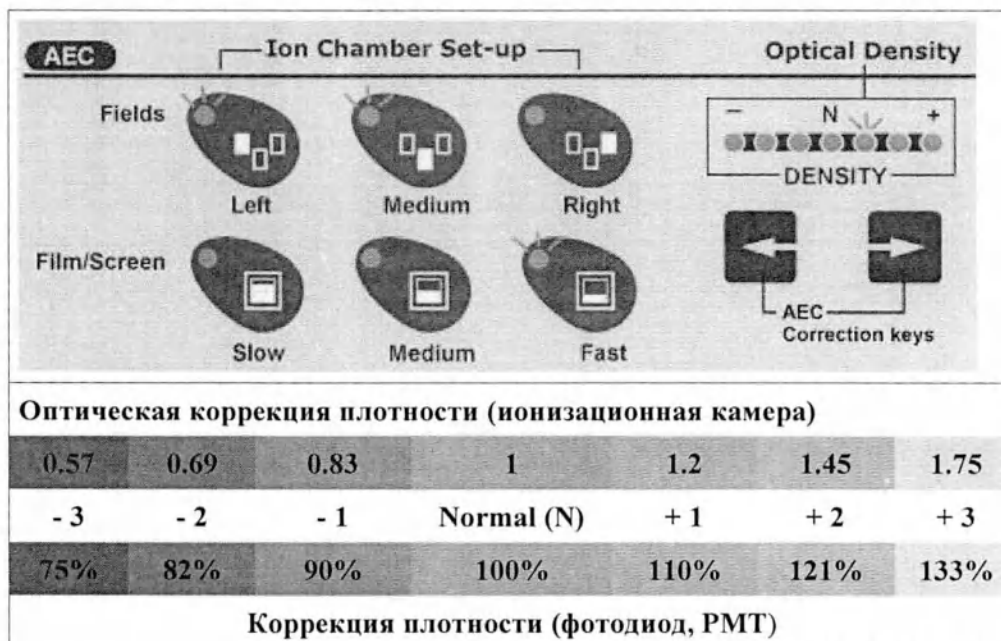

Рисунок 34
1. Выберите нужную рабочую станцию и включите автоматический режим при помощи клавиши АЕС. Для датчика ионизационной камеры (Рисунок 34):
- При необходимости настройте параметры экспозиции (Рисунок 32) и параметры методики АЕС (Рисунок 34). Для выполнения серии экспозиций необходимо изменить продолжительность операции и интенсивность кадра.